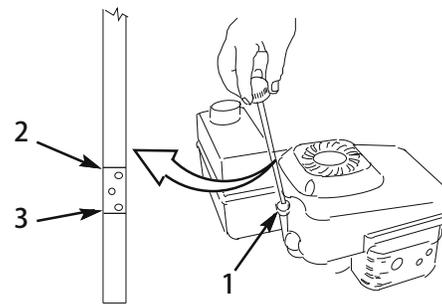

図10
6. ディップスティックの目印で油量を点検する (図10)。
使用ごとに、オイル量が ADD と FULL の間にあることをディップスティックで確認する (図10)。